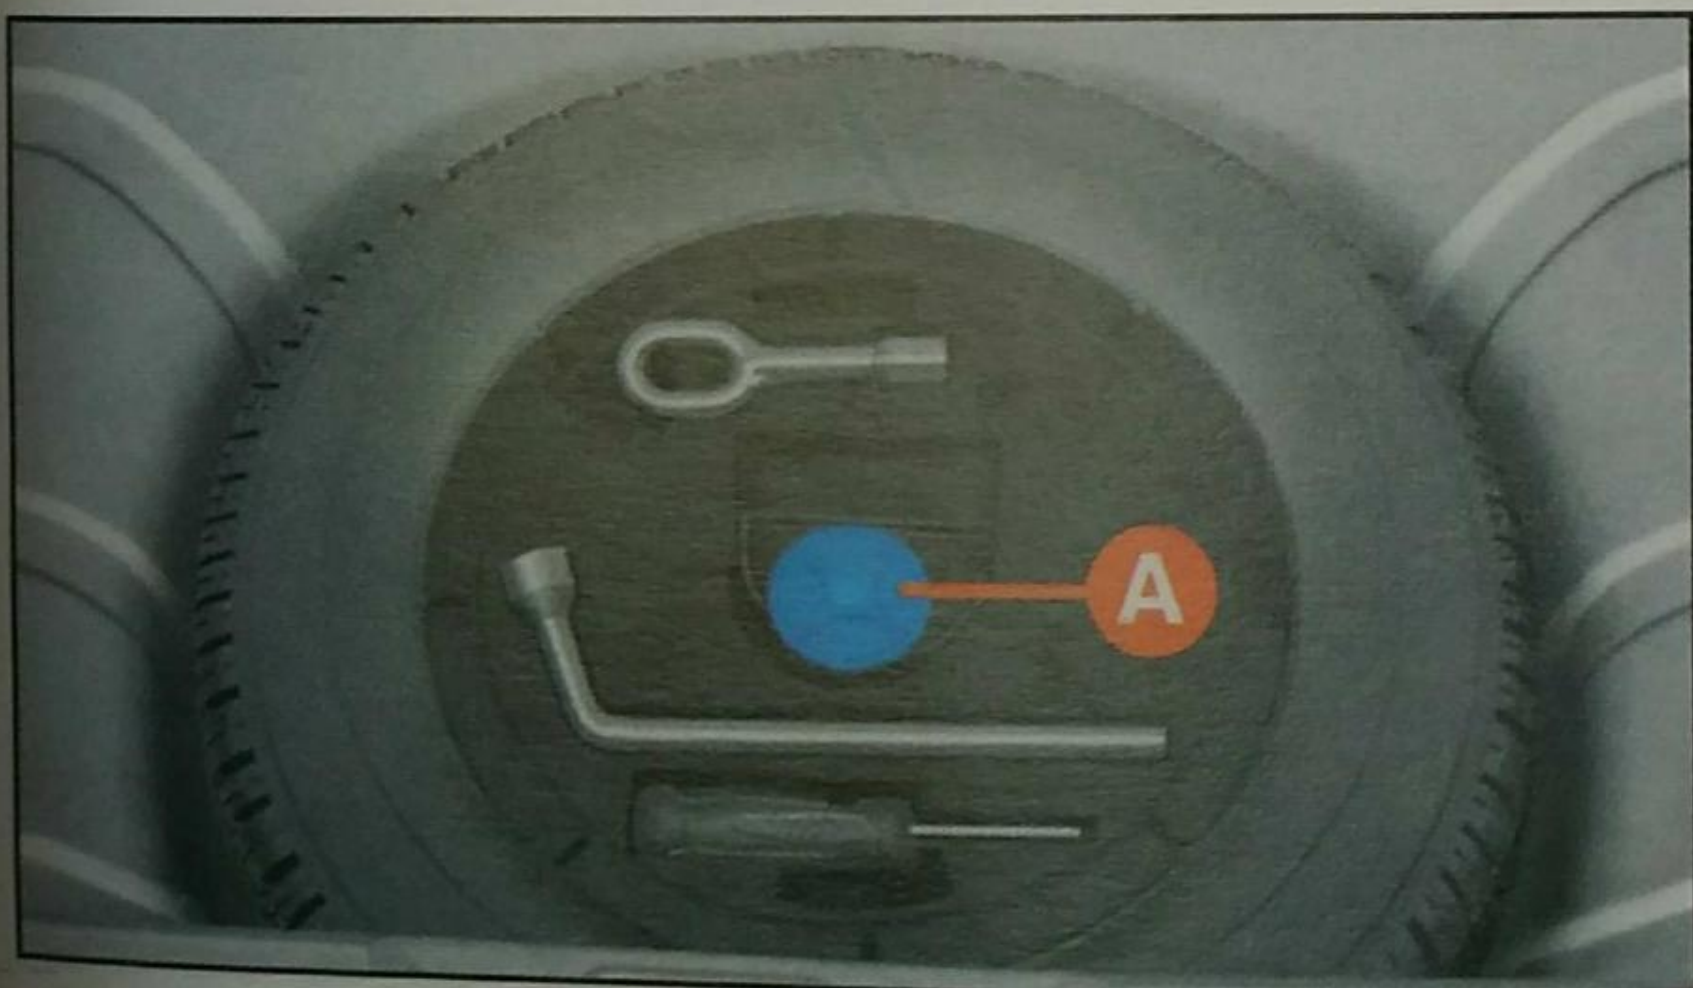

Fig. 11
17) Colocar el soporte de las herramientas en la rueda sustituida y fijar todo con el dispositivo de bloqueo **A**-fig. 11.